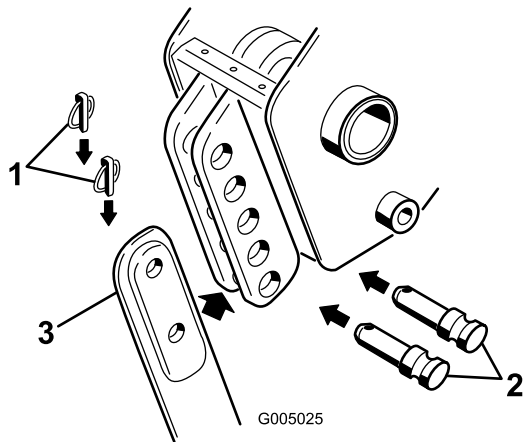

Bild 5
Hinweis: Nehmen Sie zum kompletten Entfernen des Messers die oberen und unteren Klappstecker und Lastösenbolzen ab, siehe Bild 5.
4. Nehmen Sie die zwei Klappstecker von den Lastösenbolzen in der Messerhalterung ab und entfernen Sie dann die Lastösenbolzen (Bild 5) und das vorhandene Messer.
5. Schieben Sie das neue Messer in die Messerhalterung und befestigen Sie es an der gewünschten Tiefe mit den vorher abgenommenen Lastösenbolzen und Klappsteckern (bei jedem Befestigungsloch wird die Tiefe um 7,6 cm geändert) (Bild 5).
Hinweis: Nehmen Sie zum kompletten Entfernen des Schilds die oberen und unteren Klappstecker und Lastösenbolzen ab, siehe Bild 5.